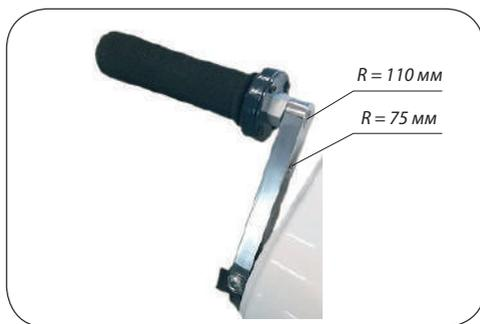

Рисунок 6
6.5.1. Перед тренировкой произведите настройку радиуса вращения рукояток (рис. 6).